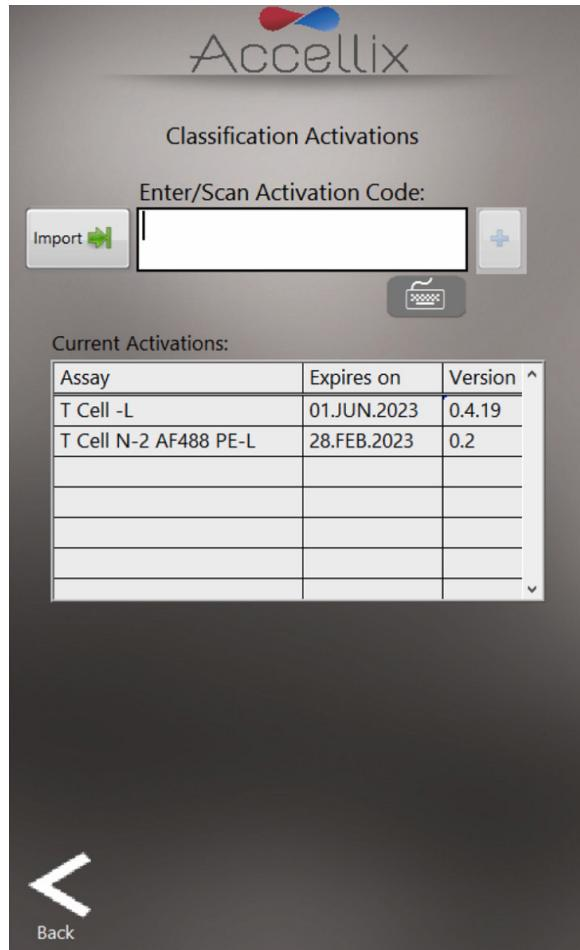

图28: 自动分类订阅屏幕
Auto-Classification Subscriptions (自动分类订阅) 功能  **Subscriptions** 屏幕允许用户查看和添加任何适用测定的自动分类 (AC) 订阅 (图 28)。如需更多信息, 请联系 sales@accellix.com。